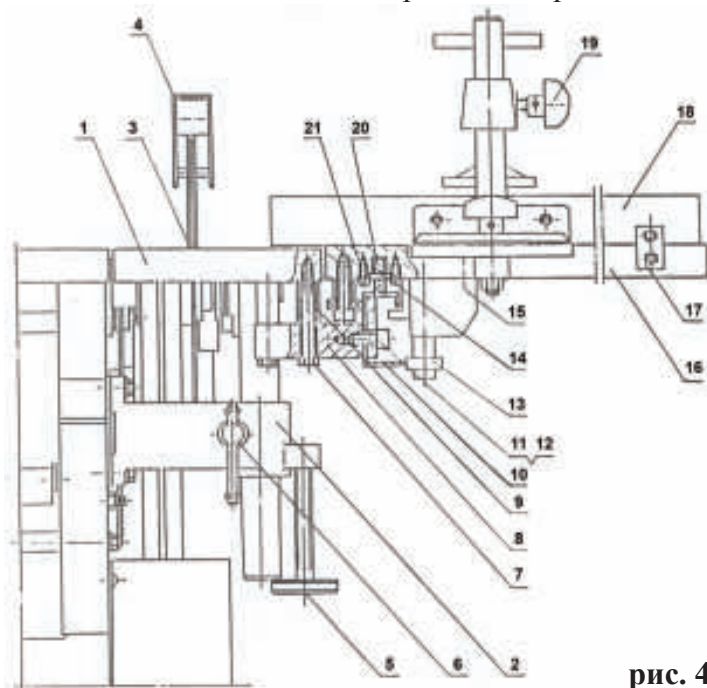

рис. 4
4.4 Общий вид стола для пиления и торцевания представлен на рис. 4
- Отвинтите два винта и снимите металлическую вставку расположенную на столе для пиления **1** (рис. 4);
- вращением винта регулировочного **6** (рис. 4) отрегулируйте высоту стола **1** (рис. 4), предварительно ослабив ручку **5** (рис. 4);
4.7 Справа от столов для строгания установлен стол **1** (рис. 4) для пиления. Высота стола пиления регулируется винтом регулировочным **6** (рис. 4), фиксируется ручкой **5** (рис. 4). Пильный диск **3** (рис. 4) закрывается сверху защитным кожухом **4** (рис. 4), имеющим в своём составе расклинивающий нож. Стол для пиления **1** (рис. 4) имеет вставку, крепящуюся двумя винтами. При установке на валу фрезы, вставка снимается.